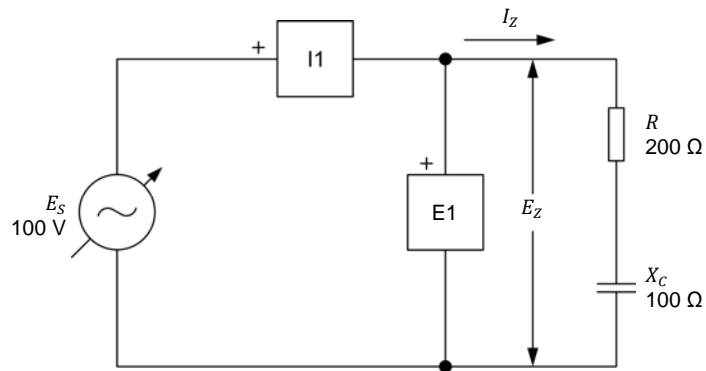

Figure 2-19. Circuit ca en série contenant une résistance et un condensateur.
34. Montez le circuit montré dans la figure 2-19.